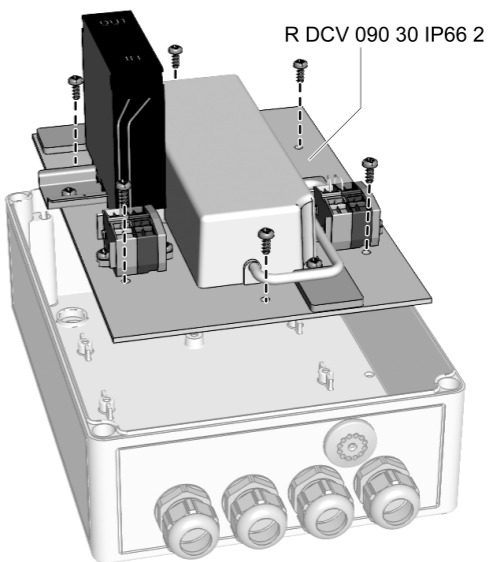

Bild 8: Netzteilereinheit tauschen
- Neue Netzteilereinheit aus Reparatursatz "R DCV 090 30 IP66 2" in das Gehäuse einsetzen und an allen sechs Befestigungspunkten mit den vorhandenen Schrauben fixieren (Bild 8).